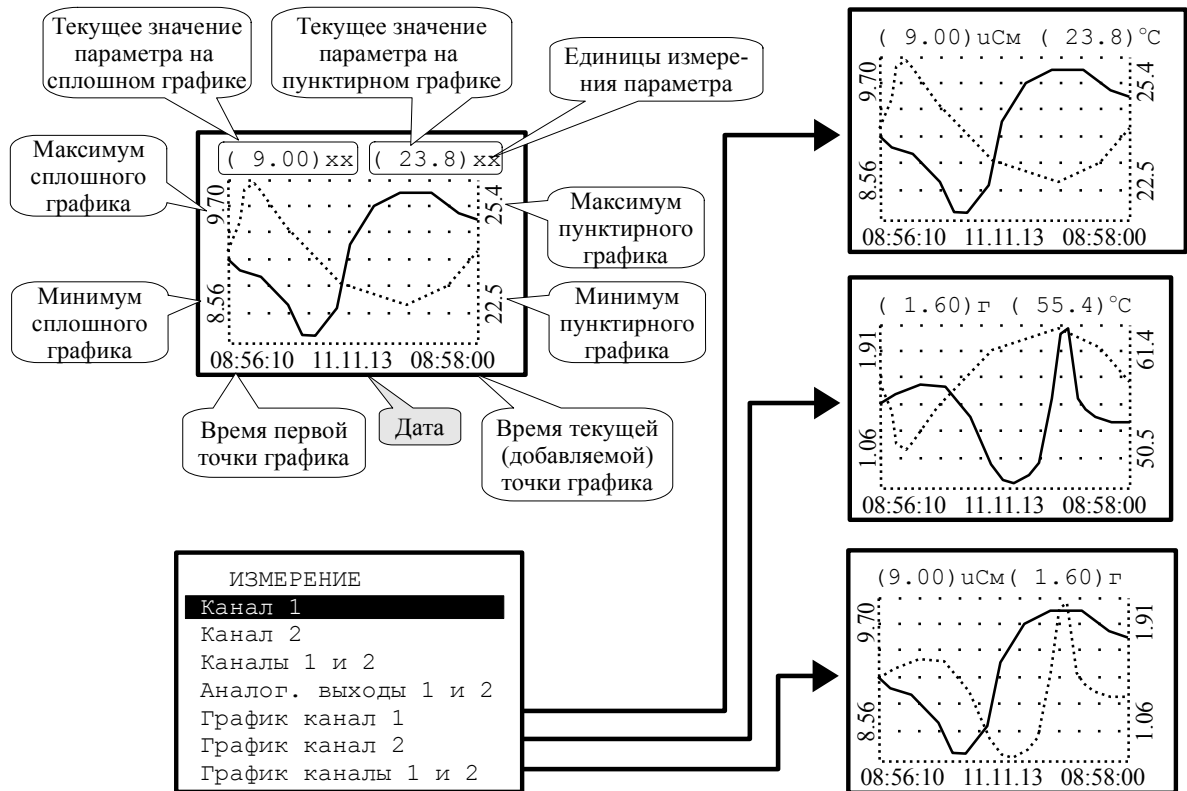

Рисунок 7 - Варианты отображения измеренных параметров в графическом виде
- отображение измеренных параметров в виде графиков (Рисунок 7).